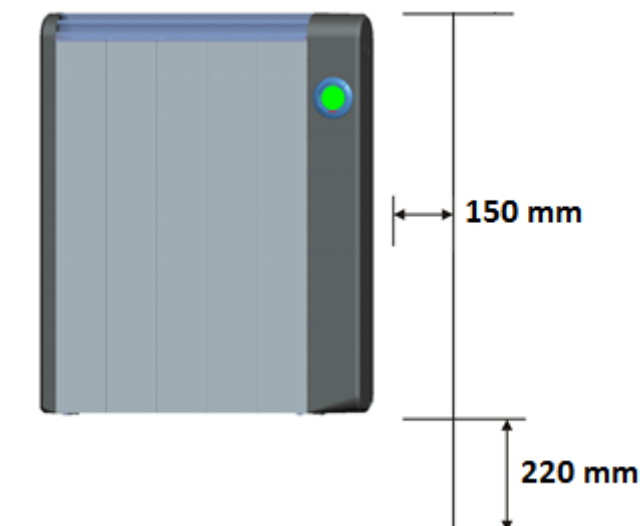

Figura 2
2. O radiador deve ser colocado a pelo menos 150 mm de todos os objetos, paredes, etc. (ver figura 2). A distância mínima do solo deve ser de 220 mm, do topo do radiador deve ser de 150 mm e, do topo, 300 mm (ver figura 2)